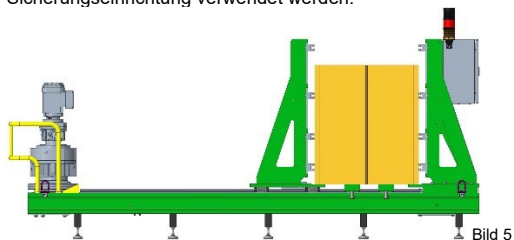

Bild 5
TECDOS TS schließen, bis das Werkzeug an der festen Aufspannplatte anliegt (siehe Bild 5).
Fixieren beider Werkzeughälften mittels Spannpratzen (siehe Bild 5). Je Seite müssen mindestens zwei Spannpratzen oder einer vergleichbaren Sicherungseinrichtung verwendet werden.
**Schließen:** Vorwahl „SCHLIESSEN“, bis das Werkzeug wieder geschlossen ist (Bild 5).
Fixieren beider Werkzeughälften mittels Spannpratzen (siehe Bild 5). Je Seite müssen mindestens zwei Spannpratzen oder eine vergleichbare Sicherungseinrichtung verwendet werden.